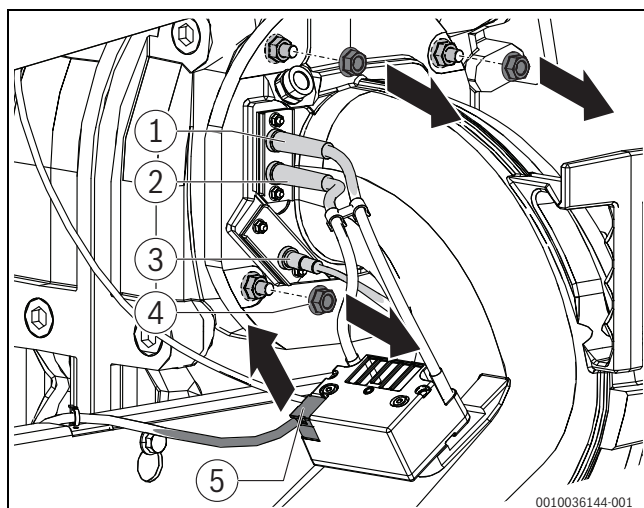

Fig. 61 Desapertar o cabo de ligação no transformador de ignição e porcas.
- ▶ Desapertar o cabo de ligação no transformador de ignição (→fig. 61, [5]).
- ▶ Remover as 4 porcas de fixação superiores (→fig. 61, [4]) no coletor de mistura.